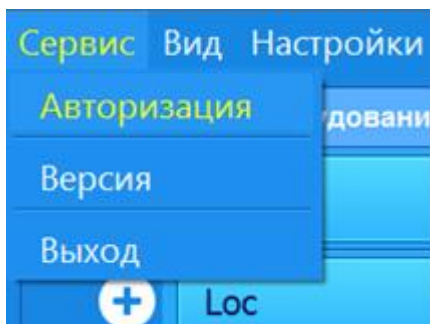
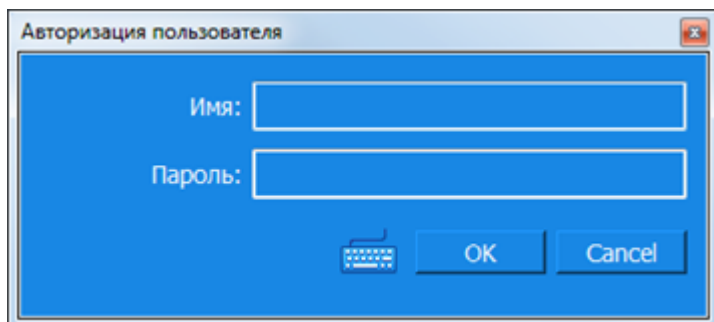

Рисунок 2. Пункт меню «Сервис»
Рисунок 3. Вид окна авторизации
3.1.2 Для авторизация оператора требуется выбрать пункт меню «Сервис»-«Авторизация» (рисунок 2). В появившемся окне (рисунок 3) нужно ввести имя и пароль.